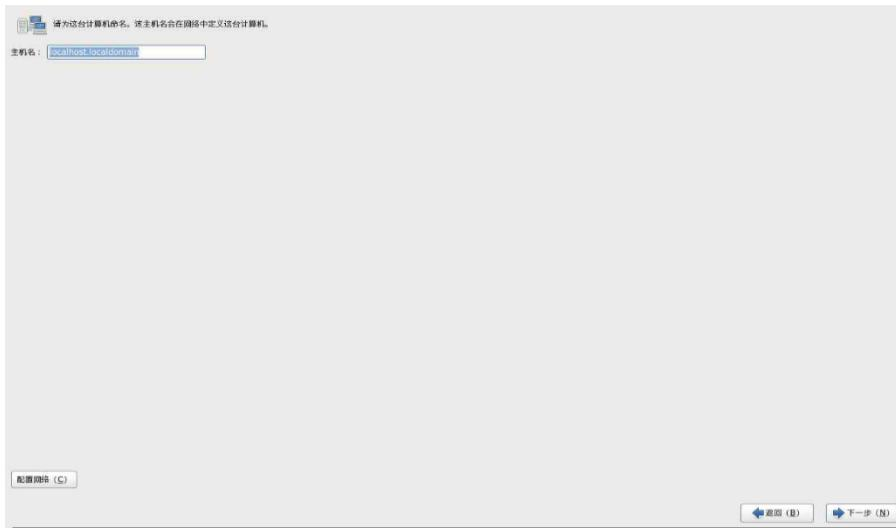

图 6-53
- n. 本例中选择 Volgroup，点击 edit 按钮，进入 Volgroup 卷组的编辑过程。如图 6-53